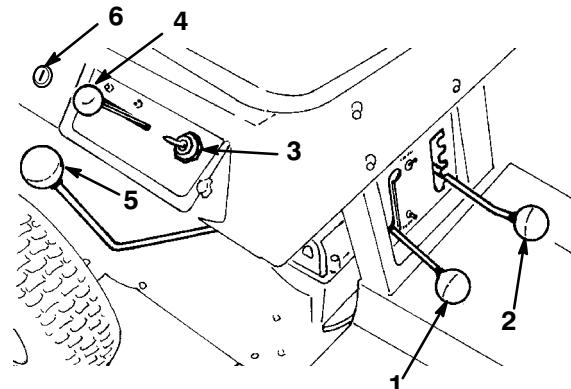

Abbildung 5
Machen Sie sich mit allen Bedienungselementen vertraut (Abb. 5), bevor der Motor gestartet und die Maschine eingesetzt wird.
(Abb. 5) — Die Maschine hat fünf Vorwärtsgänge, Neutralstellung und einen Rückwärtsgang. Der Schalthebel befindet sich rechts vom Fahrer. Ein Sperrschatz verhindert Motorstart, wenn ein Gang eingelegt ist.
(Abb. 5) — Führt zum Zu- oder Abschalten des Messerbalkens. Ein Sicherheitsschalter verhindert das Anlassen des Motors, solange dieser Hebel EINGERASTET ist. Der Motor lässt sich erst starten, wenn der Hebel AUSGERASTET ist.
(Abb. 5) — Ist mit der Drosselklappe am Vergaser verbunden und kontrolliert die Motordrehzahl und den Choke. Dieser Hebel hat 4 Stellungen:
(Abb. 5) — Drehschalter zur Deaktivierung der Rückfahrsperrvorrichtung. Am rechten Seitenblech, hinten unter dem Sitz.
(Abb. 5) — Der Schalter ist Teil der Motorzündanlage und hat drei Positionen: AUS (OFF), AN (ON) und START. Der Schlüssel kehrt automatisch von Position START auf Position AN zurück, wenn er losgelassen wird, nachdem der Motor gestartet ist.
(Abb. 5) — Die Schnitthöhe lässt sich in fünf Stufen von ca. 38 bis 89 mm (1-1/2" bis 3-1/2") verstetzen.
1. Den Schalthebel auf NEUTRAL (N) und den Mähwerkbetätigungshebel auf AUSGERASTET stellen. Die Feststellbremse anziehen.
2. Beim Start eines kalten Motors den Gashebel auf Position CHOKE stellen (Abb. 5). Ein warmer Motor braucht den Choke nicht. Zum Start den Gashebel auf Position FAST (schnell) stellen.
3. Den Zündschlüssel (Abb. 5) auf Position START drehen. Sobald der Motor startet, den Schlüssel loslassen und den Gashebel zwischen FAST und SLOW stellen, wenn zum Start der Choke verwendet wurde. Den Rasenmäher für optimale Leistung mit dem Gashebel in Position FAST (Vollgas) laufen lassen.